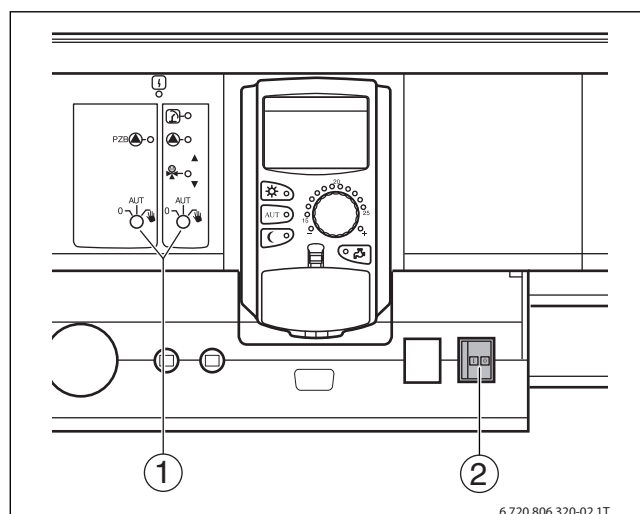

Bild 7 Ein/Aus-Schalter
► Sicherstellen, dass der Ein/Aus-Schalter (→ Bild 7, [2]) des Regelgeräts auf **0** steht.
► Sicherstellen, dass die Handschalter (→ Bild 7, [1]) auf den eingesetzten Modulen auf **AUT** stehen.